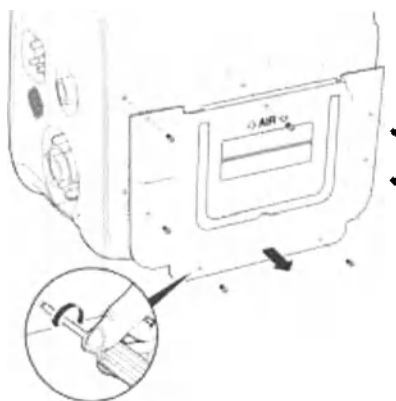

Рисунок 11-3. Снятие крышки
1. Чтобы снять заднюю панель устройства, вывинтите на ней семь (7) винтов. См. рис. 11-3.